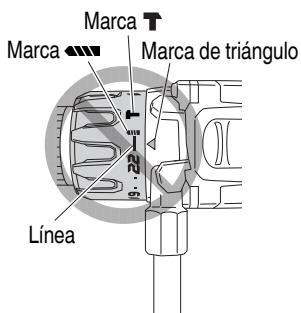

Fig. 19
- No usar con el dial del embrague en el número “22” y la línea en el medio de la marca de taladro. Si lo hiciera, se podrían producir daños. (Consulte la Fig. 19)